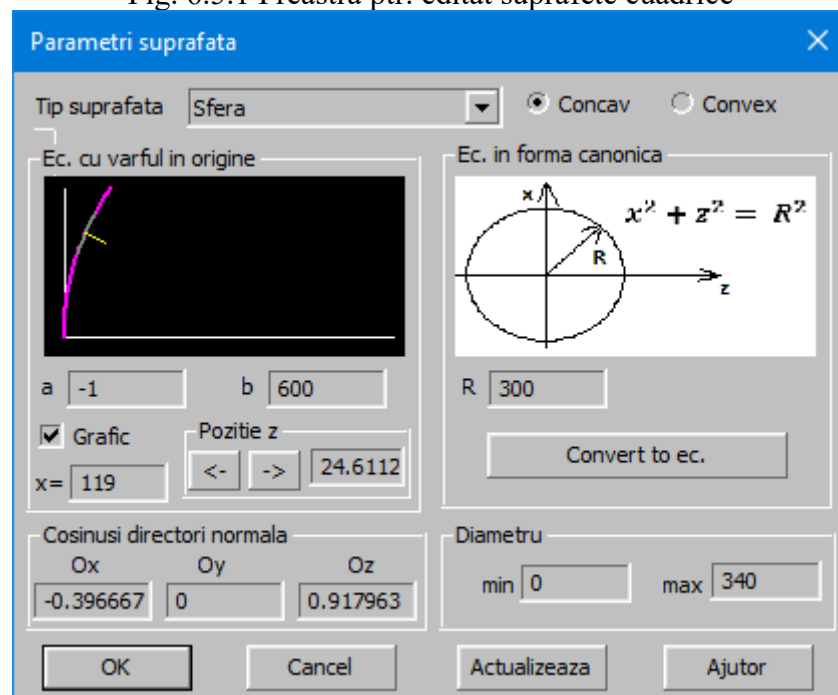

Fig. 6.5.2 Freastra ptr. editat suprafete quadrice
- **Grafic** – prin marcarea acestui camp se creaza un grafic cu generatoarea suprafetei, conf. Fig. 6.5.2. Graficul are pe abscisa axa Oz, pe ordonata axa Ox (**ATENIE! Este sistem de referinta propriu componentei optice**). Acest grafic se afiseaza ptr. a verifica corectitudinea datelor si ca STRAT genereaza corect normala la suprafata.